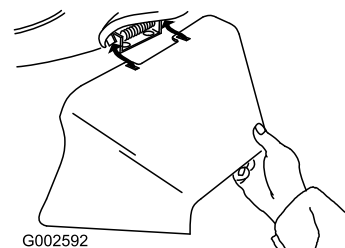

Bild 30
3. Setzen Sie den Seitenauswurfkanal ein und schließen Sie die Klappe auf dem Auswurfkanal (Bild 30).